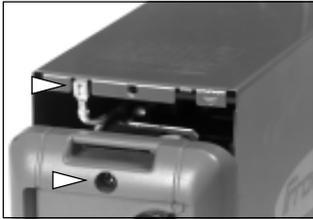

Abb.1/ Fig.1
- Erdungsstecker am Gehäusemantel anstecken und Gehäusemantel auf Gerät aufsetzen (Abb.1)
- Kunststoffvorder- und rückseite mittels Schrauben am Gehäusemantel anschrauben (Abb.1)